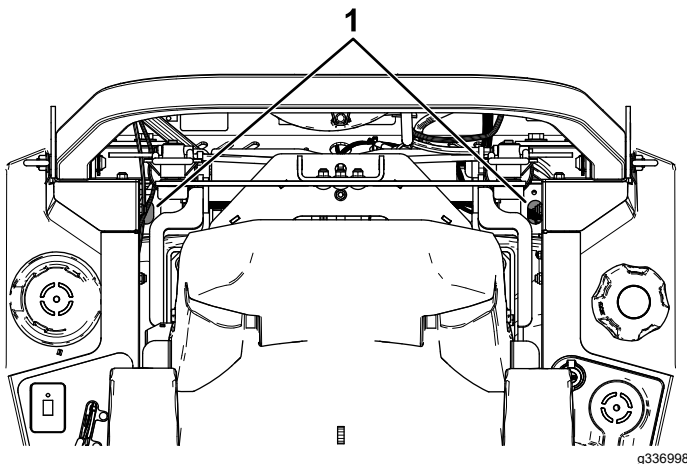

Figura 73
4. Utilice una extensión y una llave de vaso de 7/16" para acceder al tapón de ventilación desde la parte superior de la máquina a través de los orificios situados cerca de los soportes de la barra antivuelco (Figura 73).